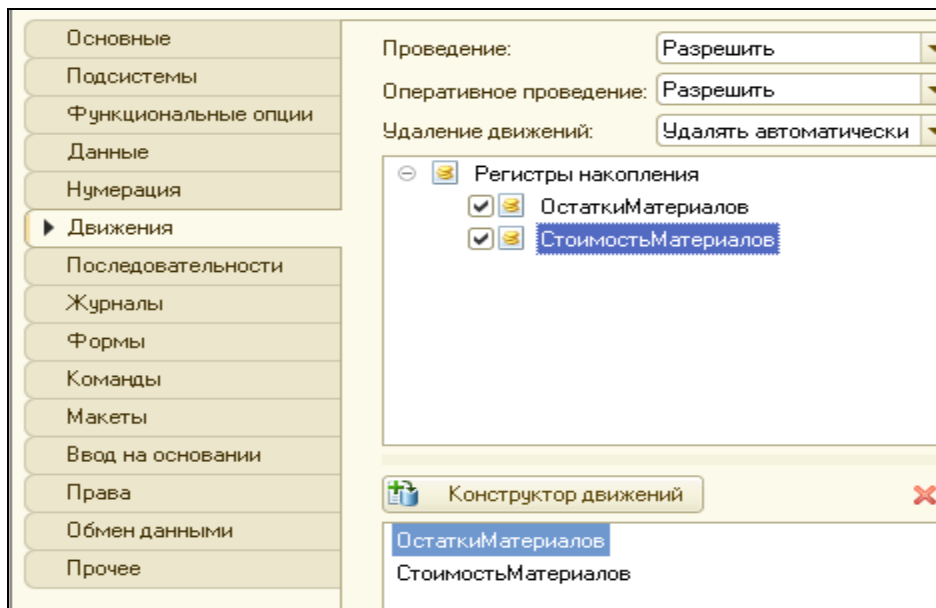

Рисунок 3.24 Список регистров накопления
5. Проведем приходную накладную по двум регистрам. Открыть в дереве конфигурации документ **Приходная Накладная** и перейти на закладку **Движения**. В списке регистров маркировать движение и по регистру **Стоимость Материалов** (рис.3.24).